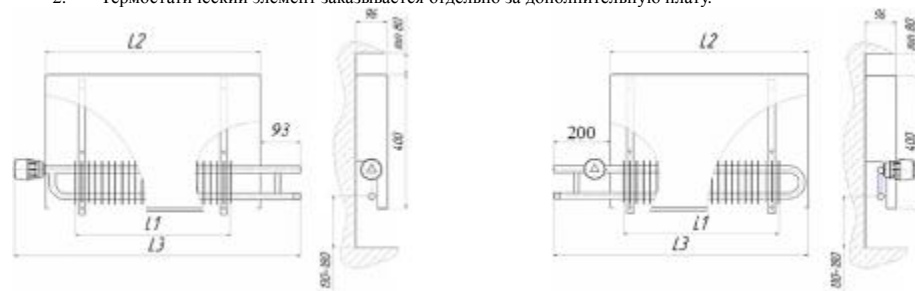
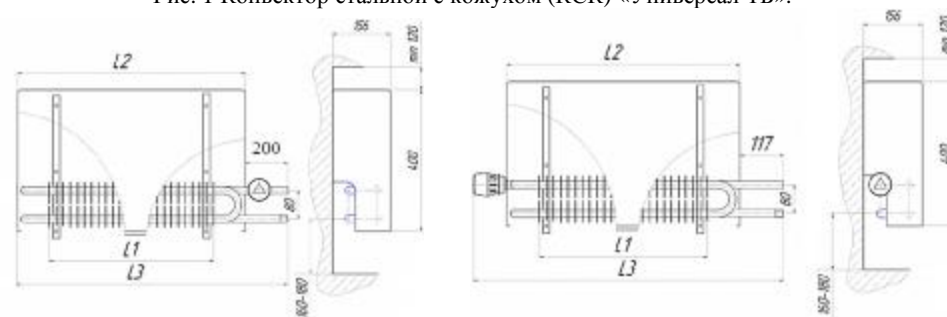

Рис. 1 Конвектор стальной с кожухом (КСК) «Универсал ТБ».
Рис. 2 Конвектор стальной с кожухом (КСК) «Универсал ТБ-С».
- 1.3. Конвекторы выпускаются двух типов: КСК «Универсал-ТБ» и КСК «Универсал-ТБ-С» в конечном исполнении, с патрубками для подвода теплоносителя, расположенными с правой или левой стороны прибора при виде спереди (правое или левое исполнение; см. рис.1 и рис.2), концы присоединительных патрубков гладкие или с раструбами (под сварку) или с резьбой G3/4", с замыкающим участком или без него.